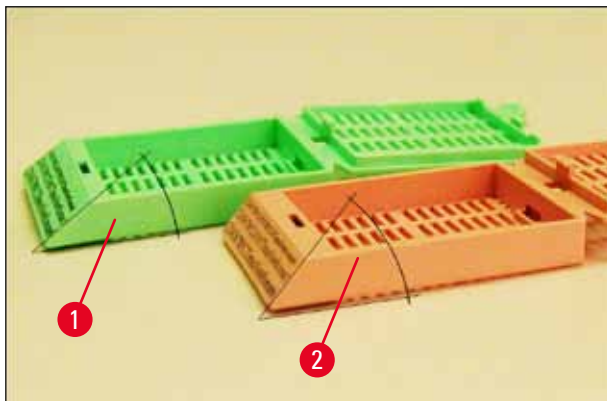

Рис. 8
- Угол (→ "Рис. 8"), измеренный от нижней стороны, может составлять 35 ° (→ "Рис. 8-1") или 45 ° (→ "Рис. 8-2").